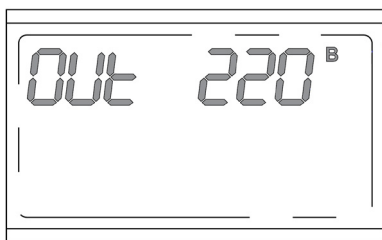

Рисунок 19. ЖК-дисплей в режиме настройки выходного напряжения
2. Дождаться щелчка (3 секунды после перевода автоматического выключателя «Байпас» в положение ON («I»)) и двойным быстрым нажатием кнопки  перевести ЖК-дисплей в режим настройки выходного напряжения (**рисунок 19**).